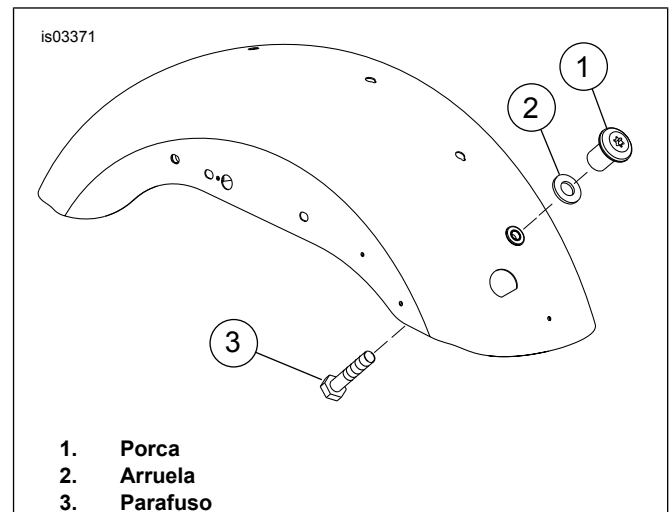

Figura 1. Ferragem do furo dianteiro do para-lama (mostra o modelo para-lama ano 2006)
- Veja Figura 1. Remova e descarte a arruela (2) e o parafuso (3) do furo dianteiro do para-lama.
2. Veja Figura 1. Remova e descarte a porca (1), a arruela (2) e o parafuso (3) do furo dianteiro do para-lama.